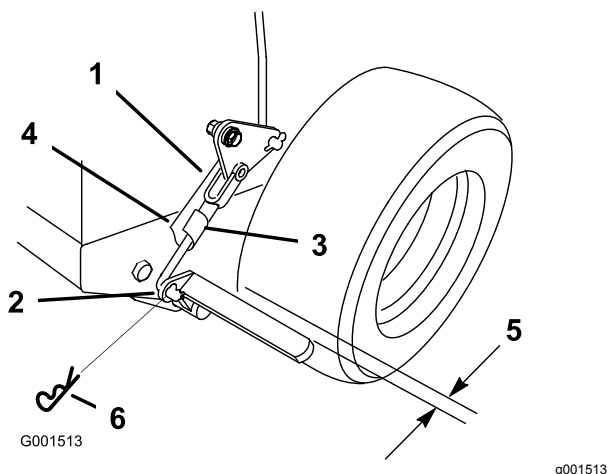

Рисунок 44
3. Извлеките пружинный шплинт из нижней тяги тормоза (Рисунок 44).
4. Чтобы затянуть стояночный тормоз, поверните нижнюю вилку тяги тормоза по часовой стрелке, заворачивая в вилку; чтобы ослабить стояночный тормоз, поверните вилку тяги тормоза против часовой стрелки, выворачивая из вилки (Рисунок 44).
Примечание: Когда стояночный тормоз находится в отпущенном положении, зазор между шиной и плоским бруском составляет приблизительно 6 мм (Рисунок 44).
5. Прикрепите нижнюю тягу к нижнему рычагу тормоза с помощью шплинтуемого штифта и шплинта (Рисунок 44).